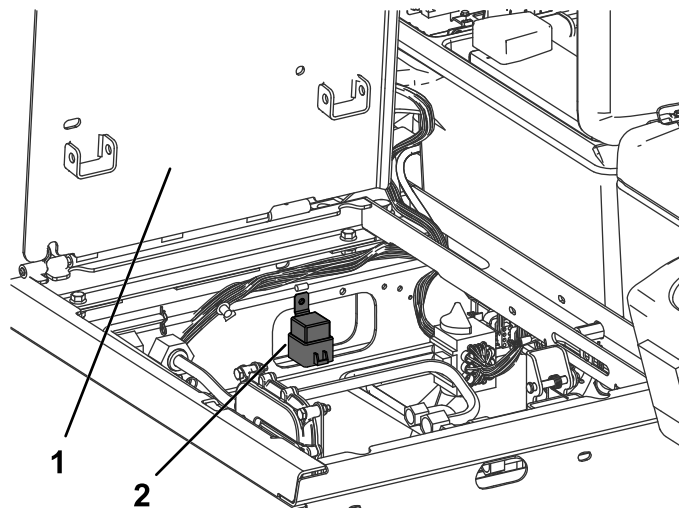

Figura 26
7. Conecte el relé al soporte de montaje de los relés con el tornillo autorroscante provisto, según se muestra en Figura 26.